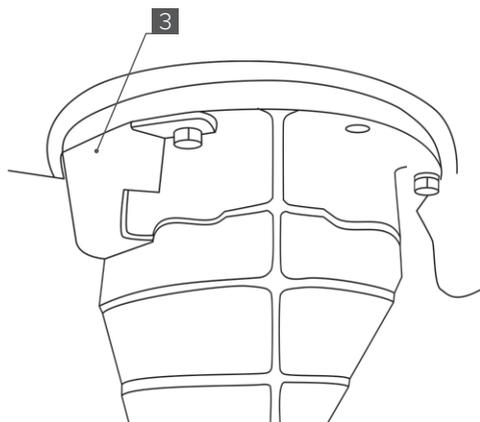

Рис. 7
- Между фланцем и вилокй включения установите щуп 0,1 мм (**см. раздел Инструменты**), по всей плоскости прилегания вилки (**Рис. 7**).
12. После установки редуктора в сборе с блокировкой в балку моста, установите защитный кожух штуцера ввода воздуха в мост [3] под болт крепления крышки (Рис. 7).